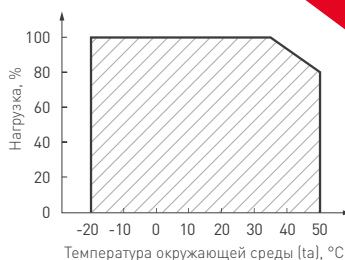

Рис. 5. Максимальная допустимая нагрузка, % от мощности источника.
- 4.3. Не нагружайте источник питания более 80% от его максимальной мощности. Учитывайте, что с повышением температуры окружающей среды, максимальная мощность источника питания снижается, см. график зависимости на Рис. 5.